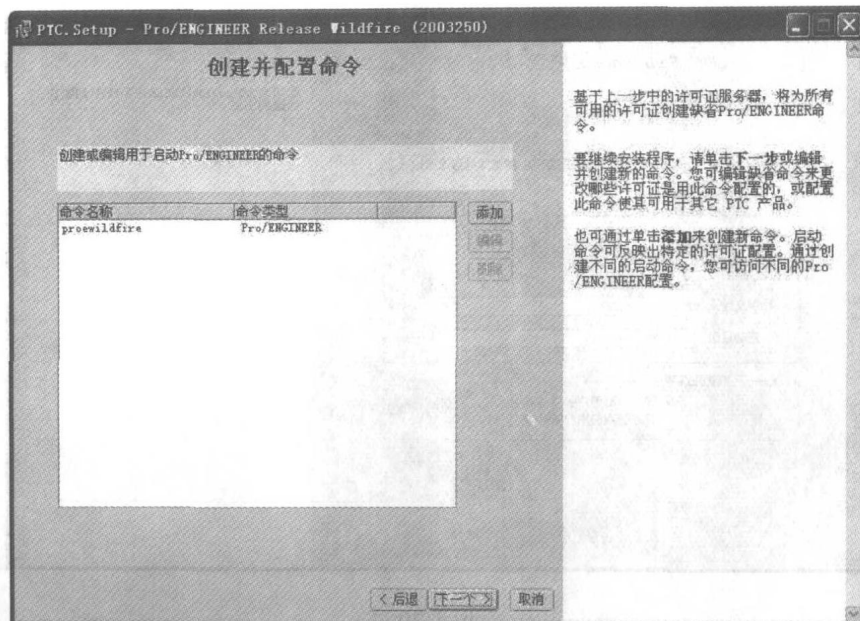

图 1-18
Step 4 出现如图 1-18 所示的“创建并配置命令”对话框。